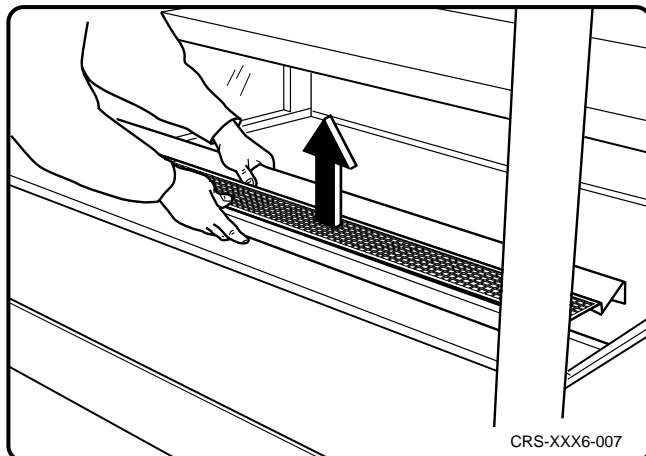

Fig. 2
- Sacar el panel rejilla (véanse las figs. 2 y 3).
- Retire a chapa de grelha (ver fig. 2 e 3)